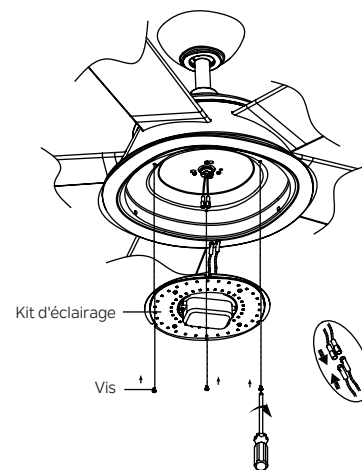
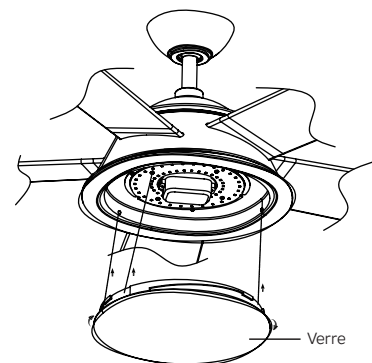

Fig. 20
Fig. 21
Étape 1. Tenez le kit d'éclairage près du boîtier de l'interrupteur et raccordez les fils BLANC du kit d'éclairage et du ventilateur en poussant les connecteurs ensemble. Suivez la même procédure avec les fils NOIRS. (Fig. 20)
Étape 2. Rentrez soigneusement les raccords dans le kit d'éclairage. Fixez le kit d'éclairage au boîtier de l'interrupteur et serrez fermement à l'aide des trois (3) vis se trouvant dans le pack de matériel.
Étape 3. Fixez le verre au boîtier de l'interrupteur en le tournant dans le sens des aiguilles d'une montre, tournez le verre progressivement jusqu'à ce qu'il s'enclenche sur le boîtier de l'interrupteur. Ne pas trop serrer. (Fig. 21)